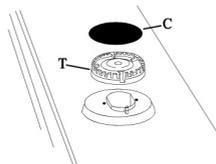

Fig. 5
- Para a limpeza dos queimadores “T”, espalhadores de chama “C” - [Fig. 5] e a tremepe [grelha] utilizar um pano ou uma esponja macia com detergente, sabão neutro ou desengordurantes. Secar os queimadores adequadamente antes de reutilizá-los, pois a umidade em excesso pode dificultar o acendimento dos mesmos.